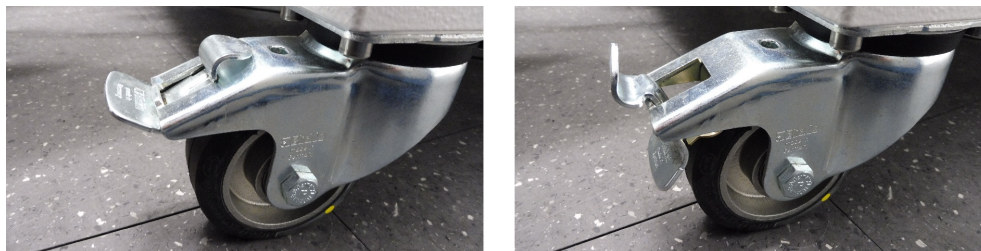

Рис. 5-1: Колесо с тормозом
4. После окончания перемещения камеры зафиксируйте ее колеса во избежание ее самопроизвольного движения. См. рис. 5-1.
3. Разблокируйте колеса камеры. См. рис. 5-1.
5. Заприте передние колеса. См. рис. 5-1.